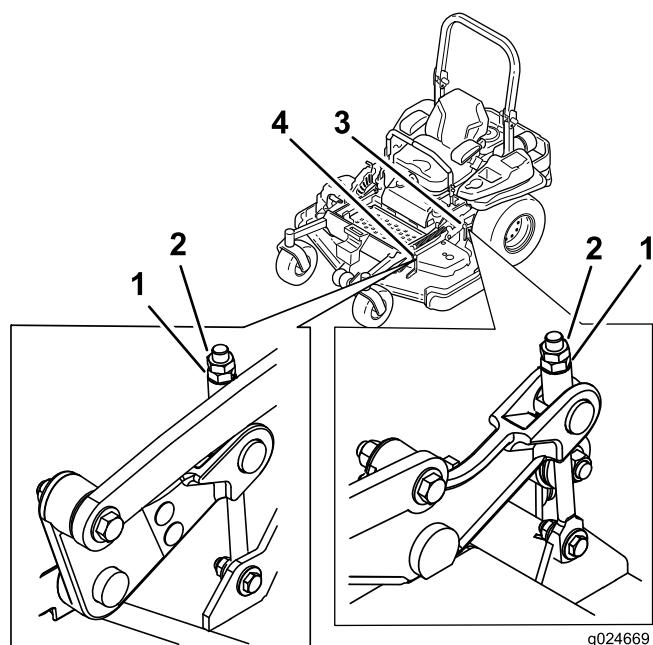

Bild 86
9. Drehen Sie die Einstellmutter am Frontmähwerkhub, um eine genaue Einstellung zu erreichen (**Bild 86**).
- Drehen Sie den Einstellschraube, um eine Höhe von 8,3 cm zu erhalten (Bild 86).